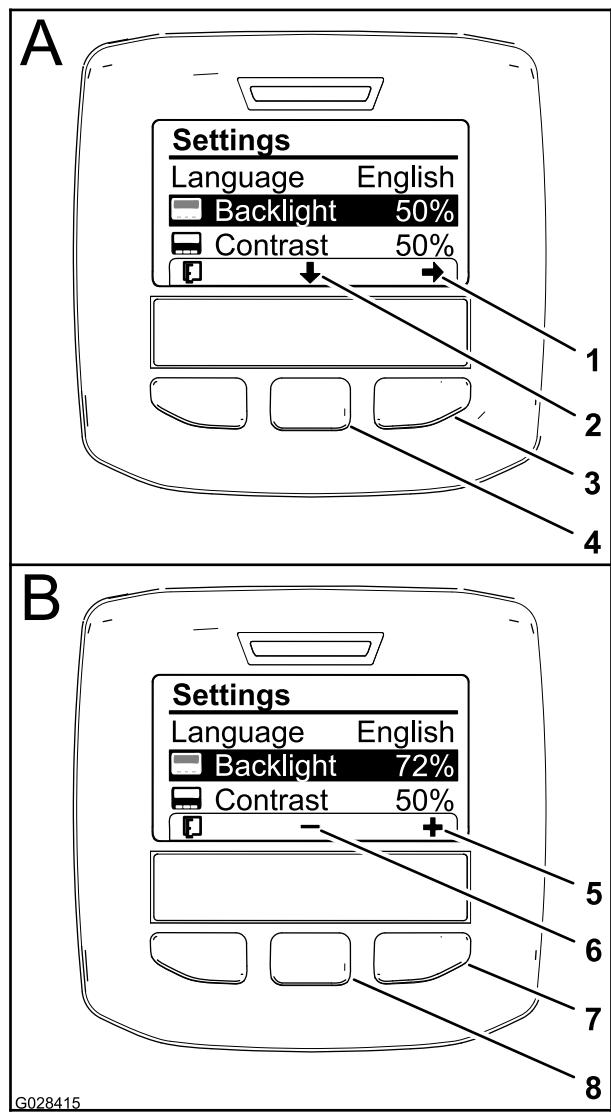

Figure 63
2. Pour régler l'intensité du rétroéclairage, appuyez sur le bouton de sélection central (situé sous la flèche vers le bas dans l'affichage) pour sélectionner l'option de réglage du rétroéclairage (Figure 63).
3. Appuyez sur le bouton de sélection droit pour afficher le menu contextuel de réglage de la valeur (Figure 63).
- Utilisez les boutons de sélection droit et central pour modifier la luminosité de l'affichage (Figure 63).
- Appuyez sur le bouton de sélection gauche (situé sous l'icône de liste dans l'affichage) pour sauvegarder votre sélection, quitter le menu Rétroéclairage et retourner au menu Réglages (Figure 63).
- Pour régler le contraste de l'affichage, appuyez sur le bouton de sélection central (situé sous la flèche vers le bas dans l'affichage) pour sélectionner l'option de réglage du contraste (Figure 63).
- Appuyez sur le bouton de sélection droit pour afficher le menu contextuel de réglage de la valeur (Figure 63).
- Appuyez sur le bouton de sélection gauche (situé sous l'icône de liste dans l'affichage) pour sauvegarder votre sélection, quitter le menu Contraste et retourner au menu Réglages (Figure 63).
- Appuyez sur le bouton de sélection gauche pour quitter le menu Réglages et retourner au menu principal (Figure 61 et Figure 63).
- Appuyez sur le bouton de sélection gauche pour retourner à l'écran d'accueil (Figure 63).